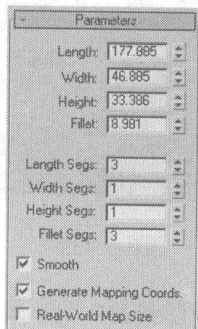
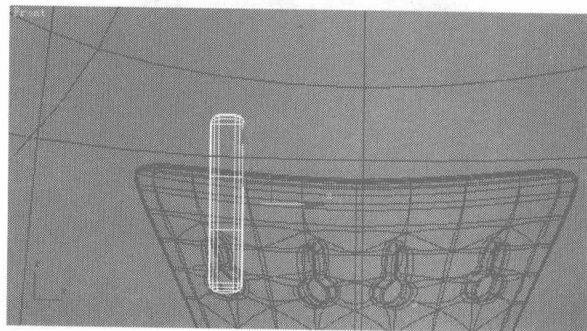

图 5.447
图 5.448
- 01 在 **创建** 面板的 **几何体** 区域，选择 **Extended Primitives** 类型，单击 **ChamferBox** 按钮，在视图中创建一个倒角立方体，在 **Parameters** 卷展栏中设置如图 5.447 所示参数，模型显示如图 5.448 所示。单击右键，在弹出的快捷菜单中选择 **Editable Poly** 选项，将模型塌陷成可编辑多边形。